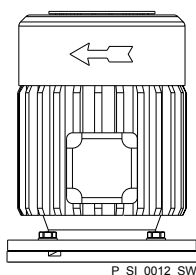

Fig. 18: Sentido de rotación del motor
- Al conectar el motor, observe el sentido de rotación correcto (consulte la flecha de la cubierta del ventilador, tal y como se encuentra en Fig. 18).